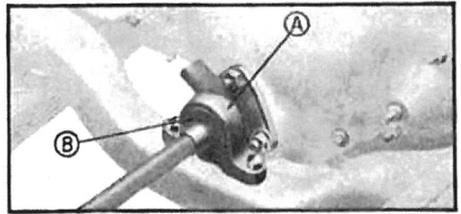

Fig. 235. — Fixation du moteur à l'AV. du châssis (type 2 B).
- 10—*S'il s'agit d'un moteur 2 B*, placer une cale sous l'avant du moteur, puis dévisser et enlever les 3 écrous de la rotule de suspension sur le couvercle de la distribution (fig. 235). Faire glisser le plus possible vers l'avant, la manivelle, la rotule et son support.